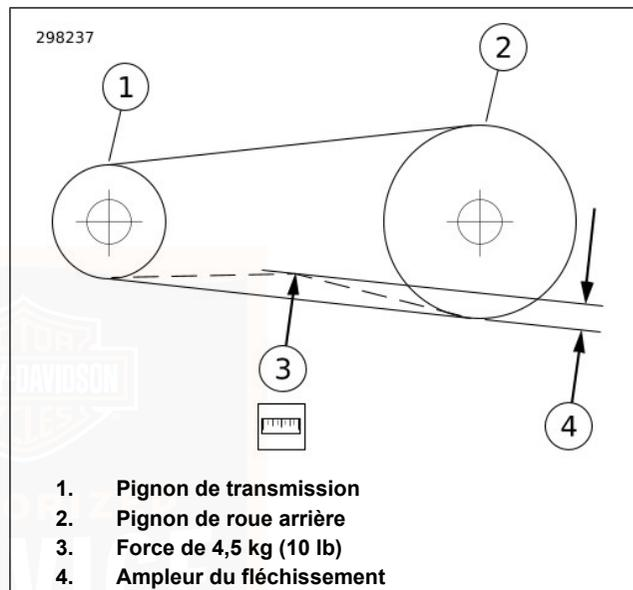

Figure 54. Vérification du fléchissement de la courroie
3. Voir Figure 54. Ajuster le berceau contre le bas de la courroie à mi-chemin entre le pignon de transmission et le pignon arrière.